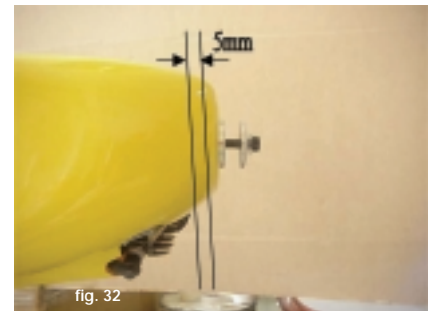

fig. 32
Make sure the motor drive hub has a spacing of at least 5-6mm with the cowl end, see fig. 32.
*Zorg ervoor dat de motoraandrijving ten minste 5-6mm spatie heeft t.o.v. het voorste van de motorkap, zie fig. 32.*
Laissez 5 à 6mm d'espace entre le carter moteur et le capot, voir fig.32.